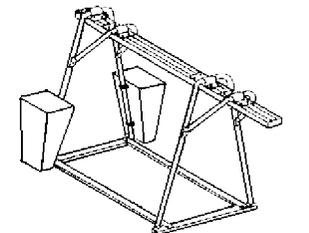

Fig.3
6. In jeden Behälter 153 kg Ballast einfüllen (insgesamt 306 kg). Die Behälter mit dem Deckel und Vorhängeschloss schliessen (siehe Abb.3). Es ist strengstens verboten, die Ballastbehälter mit flüssigem Material zu füllen.